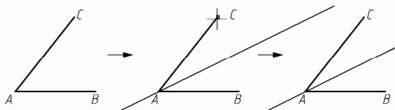

图 3-5 使用【构造线】绘制角平分线的过程
- (1) 【水平(H)】、【垂直(V)】: 可分别绘制通过指定点的水平线、垂直线。
- (2) 【角度(A)】: 可绘制给定角度的直线, 角度可直接输入, 也可从已知直线上拾取。
- (3) 【二等分(B)】: 可绘制任意角度的角平分线。如图 3-5 所示为绘制 $\angle BAC$ 角平分线的作图过程, 使用【构造线】命令的【二等分(B)】选项, 按提示依次拾取顶点 A 及角点 B、C。